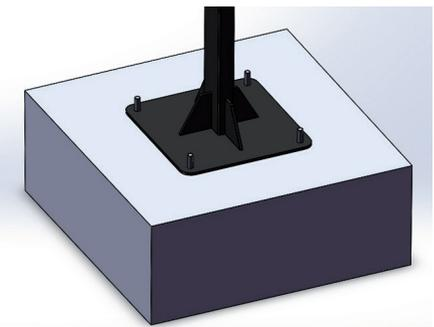
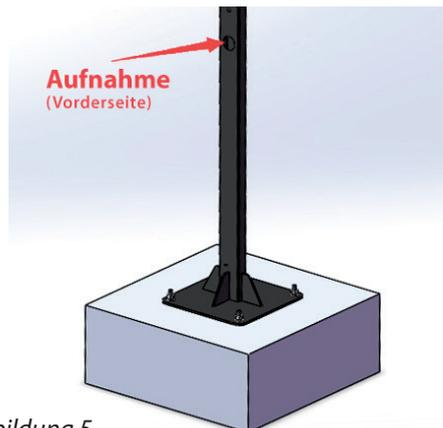

Abbildung 4
Abbildung 5
3. Setzen Sie nun die Bodenplatte exakt mit den vorgebohrten Löchern ( $\varnothing 11$  mm) auf die herausschauenden Gewinde und senken Sie diese ab (Abb. 4). Stellen Sie sicher das die Aufnahme für die Wallbox nach vorne zeigt (Abb. 5).